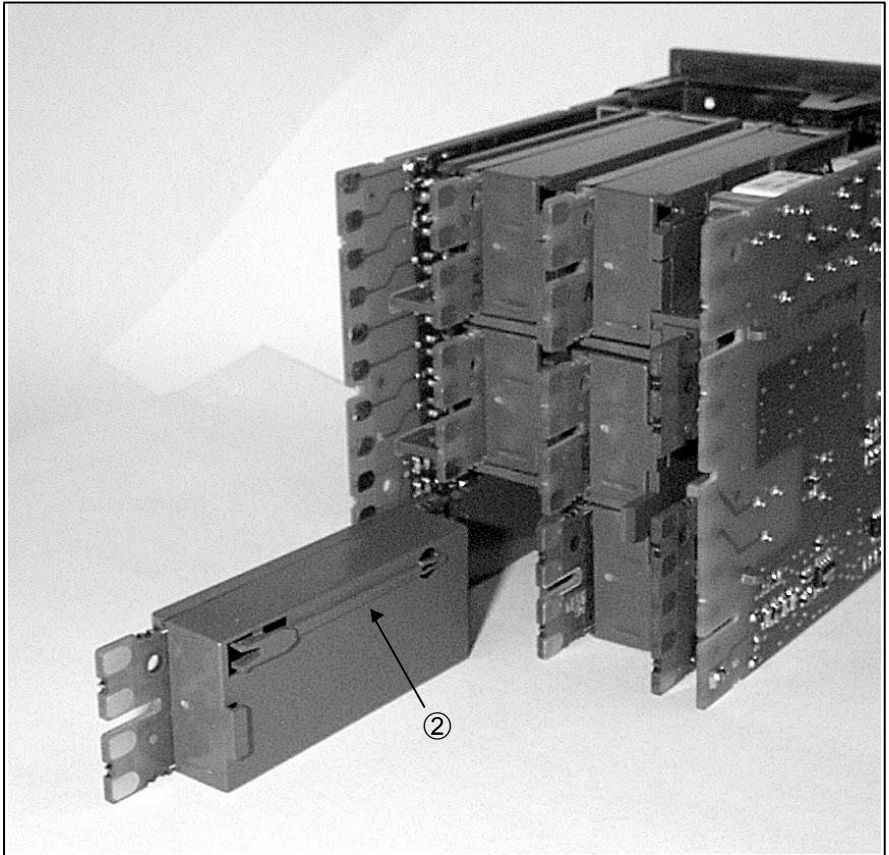

Figure 1-5 : modules enfichables
3. Pour installer un nouveau module, l'insérer doucement dans l'emplacement voulu en veillant à ce que la rainure ② (figure 1-5) du cache en plastique du module coulisse dans le logement du boîtier de fixation.